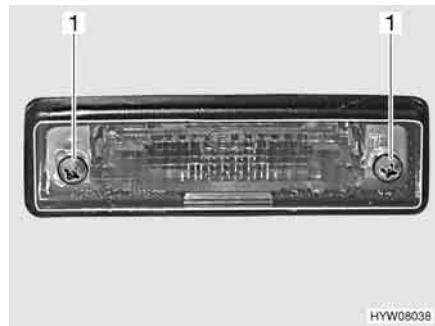

Fig. 181 Luci posteriori (luce targa)
- Svitare due viti degli involucri (Fig. 181,1).